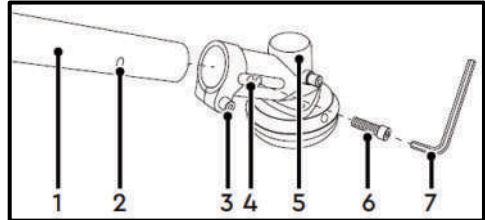

Рис. 15
- Встановіть до упору нижній редуктор (5) на штангу (1) (Рис. 15).
- Обертаючи нижній редуктор (5) і дивлячись в отвір (4), сумістіть отвір (2) штанги (1) з отвором (4) нижнього редуктора (5) (Рис. 15).
- Встановіть в отвір (4) гвинт (6) (Рис. 15).
- Затягніть до упору ключем (7) (4 мм) гвинти (3) та (6) (Рис. 15).